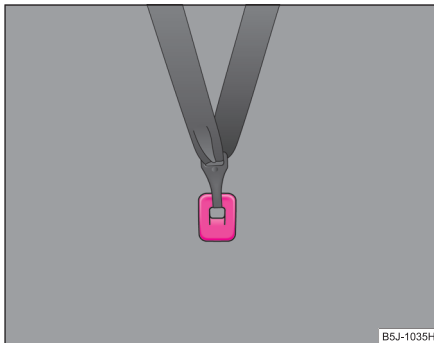

Abb. 132 Rückstz: Top Tether
Bei Fahrzeugen mit geteilten Rücksitzen\* sind für die Erhöhung der Sicherheit der beförderten Kinder die äußeren Sitze mit dem Befestigungssystem „Top Tether“ ausgestattet ⇒ Abb. 132.
- **Befestigen Sie die Kindersitze mit dem „Top Tether“-System nur an den dafür vorgesehenen Stellen ⇒ Abb. 132.**